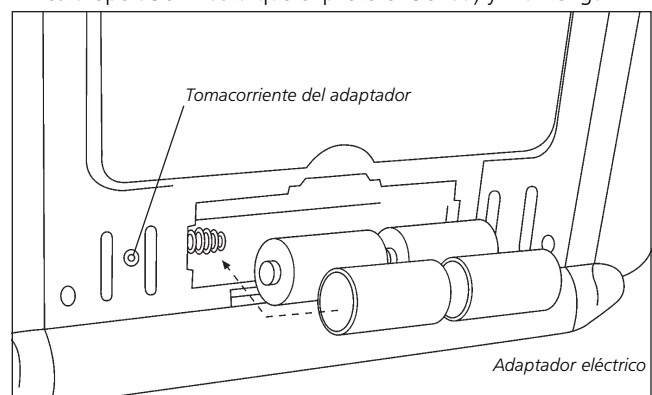

Figura 2
- Para que el ventilador funcione, se necesitan 4 baterías D. El compartimiento de las baterías está ubicado en el panel posterior inferior del calentador. Siga las instrucciones en la cubierta de las baterías para una correcta instalación de las baterías. Ver figura 2. Note: Ambos azulejos giran la naranja sólo en el HOLA ajuste.
- El calentador también puede recibir suministro eléctrico desde un adaptador eléctrico F276127. Requiere un adaptador de 6 voltios de CC con una corriente de hasta 800 miliamperios con polaridad positiva en la punta. Ver figura 2.
- Para que el ventilador funcione, se necesitan 4 baterías D. El compartimiento de las baterías está ubicado en el panel posterior inferior del calentador. Siga las instrucciones en la cubierta de las baterías para una correcta instalación de las baterías. Ver figura 2.
- El calentador también puede recibir suministro eléctrico desde un adaptador eléctrico, F276127. Requiere un adaptador de 6 voltios de CC con una corriente de hasta 800 miliamperios con polaridad positiva en la punta. Ver figura 2.